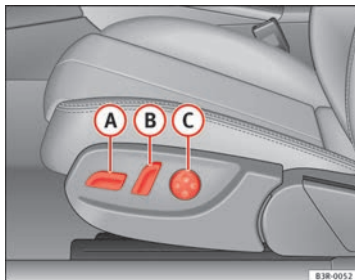
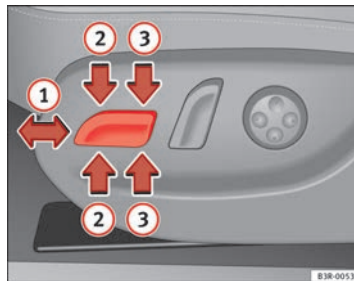

Abb. 105 Vordersitz: Bedienelemente zum Einstellen
Abb. 106 Vordersitz: Schalter für Sitzverstellung
- Bewegen Sie den Schalter **A** ⇒ Abb. 105 nach vorn oder nach hinten **1** ⇒ Abb. 106 ⇒ **Δ**.